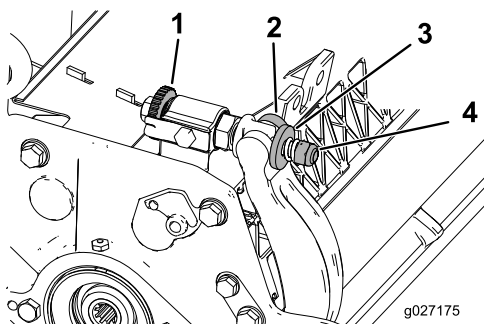

Figure 23
1. Tournez les vis de réglage de la barre d'appui dans le sens antihoraire pour éloigner la contre-lame du cylindre (**Figure 23**).
2. Faites sortir l'écrou de tension du ressort jusqu'à ce que la rondelle ne soit plus tendue contre la barre d'appui (**Figure 23**).